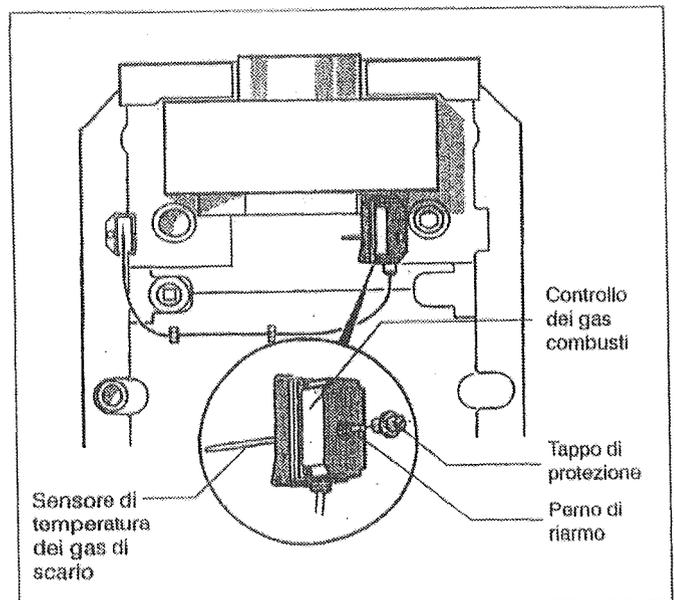

Fig. 34: Controllo dei gas combusti
- Svitare il controllo dei gas combusti dalla sicurezza antiriflusso o dal collettore dei gas combusti (Fig. 34).